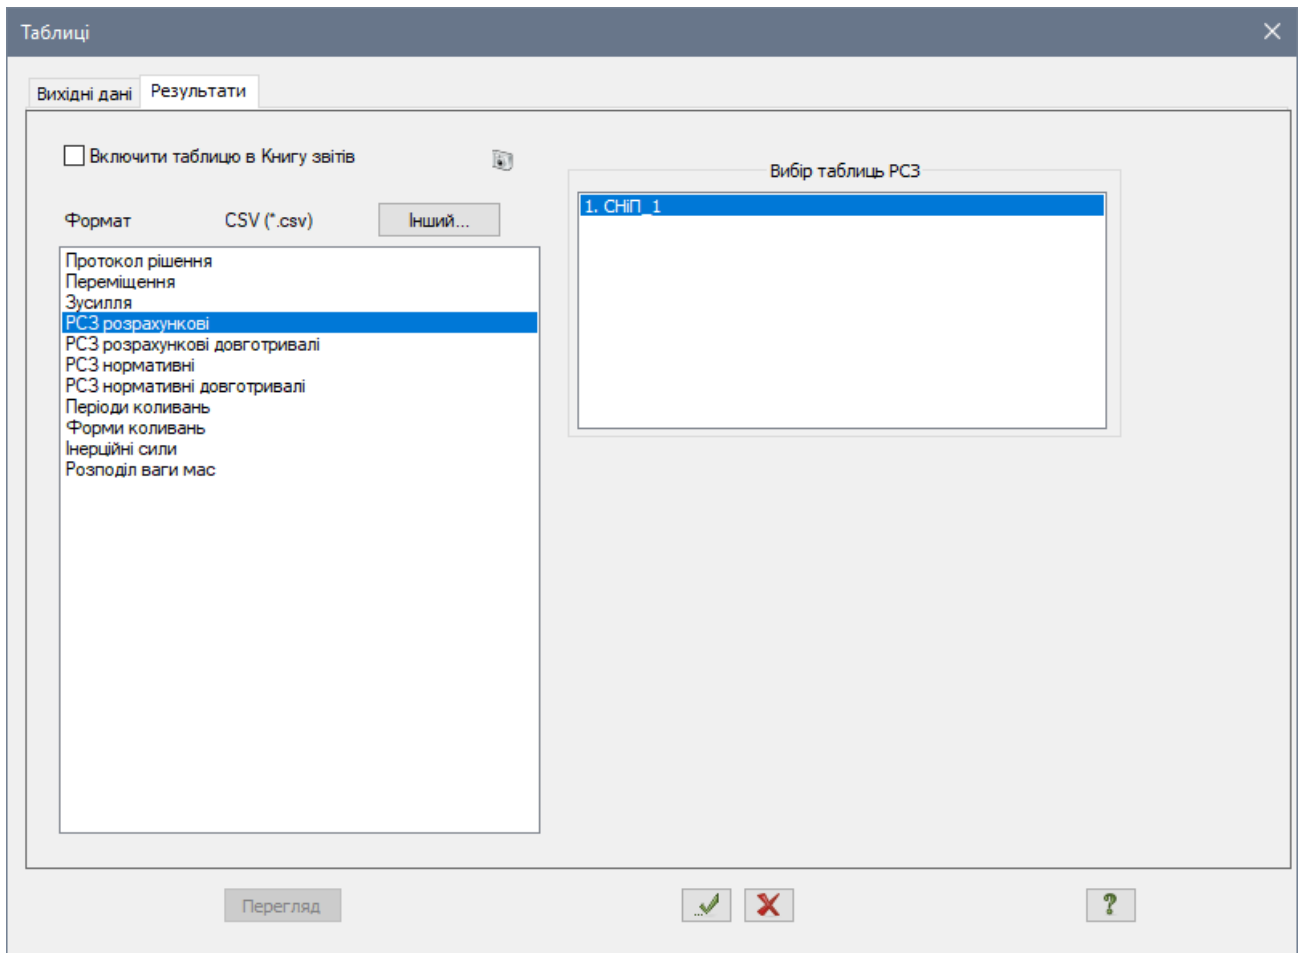

Рис. 5.28. Діалогове вікно Таблиці
- Після цього в діалоговому вікні **Таблиці** (рис. 5.28) виділіть рядок **РСЗ розрахунків**.